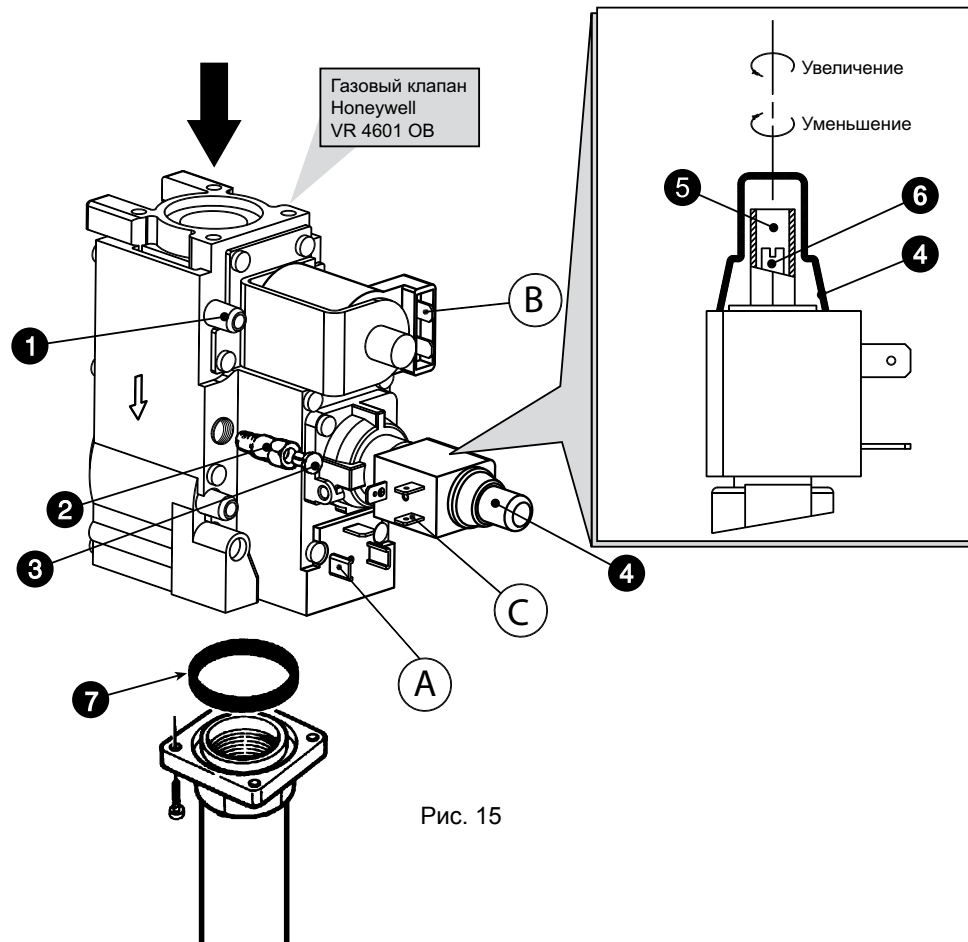

Рис. 15
Операции по настройке давления выполняются с функционирующим котлом, используя для этих целей регулятор давления, который находится на газовых 2 ступенчатых клапанах (см. рис. 15).
- 3 Снять защитную крышку регулятора давления «4» на рис. 15.
- 1 Медленно по часовой стрелке повернуть ручку регулировочного термостата до первого щелчка, таким образом на газовый клапан будет поступать питание только на соединения А и В (см. рис. 15).
- 2 При помощи винта 6 на рис. 15 установить давление на значение, указанное в таблице технических характеристик в параграфе 4.3.
- 1 Повернуть ручку регулировочного термостата на максимальное значение, таким образом на газовый мультиблок будет поступать питание только на соединения А, В и С (см. рис. 15).
- 2 При помощи винта 5 на рис. 15 установить давление на значение, указанное в таблице технических данных в параграфе 4.3.
- 2 Снять с газового клапана маленькую пробку 3 (рис. 15), и вкрутить на него регулятор включения «STEP» 2, имеющийся в наборе, а затем поместить на регулятор пробку 3.
Выполнить те же операции, что и для вышеперечисленного случая, стараясь осторожно снять регулятор включения «STEP» 2 на рис. 15 с газового клапана; пробка 3 на рис. 15 должна вновь возвратиться на клапан.